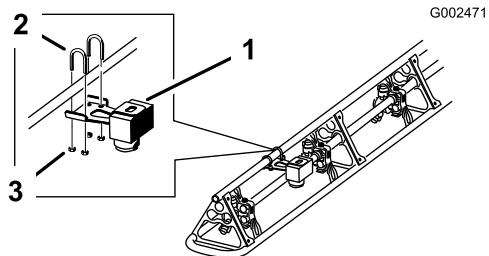

Bild 2
1. Befestigen Sie den rechten Ultraschall-Sensor lose mit zwei U-Bügeln, vier Scheiben (5/16 Zoll) und vier Sicherungsmuttern (1/4 Zoll) zwischen der 3. und vierten Düse am oberen Stützrohr des rechten Auslegers, wie in Bild 2 dargestellt. Ziehen Sie sie nicht ganz fest an, um eine spätere Einstellung zu ermöglichen.
3. Setzen Sie das Schutzrohr mit der abgewinkelten Seite nach innen (zum Fahrzeug zeigend) über den Ultraschall-Sensor. Befestigen Sie das Schutzrohr lose mit zwei U-Bügel, vier Scheiben (5/16 Zoll) und vier Sicherungsmuttern (1/4 Zoll) am Ausleger (Bild 2). Ziehen Sie sie nicht ganz fest an, um eine spätere Einstellung zu ermöglichen.